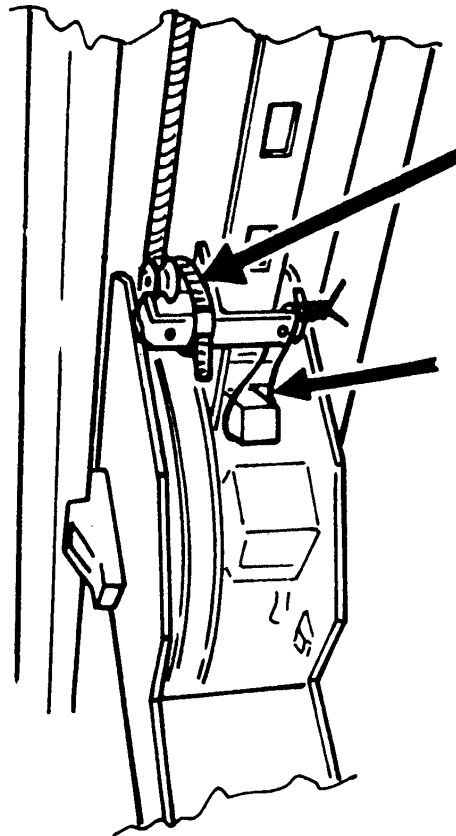

Fig. 24
- legare il paracadute e i martelletti in posizione di disimpegno (Fig.24);
- Tie down the safety locks and catches in the released position (Fig.24).
- Die Auffangvorrichtung und die Klinken in der gelösten Position (Abb. 24) festbinden;
- lier le parachute et les taquets en position de repos (Fig.24);
- Atar el paracaídas y las palancas giratorias en posición de desempeño (Fig.24);